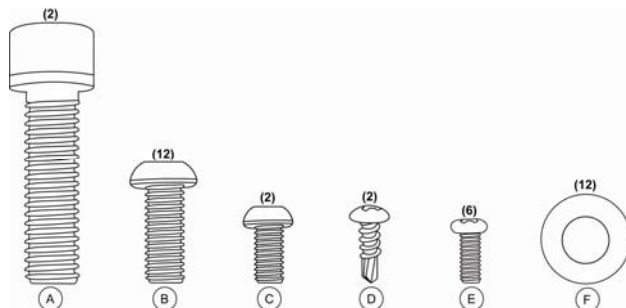

Figure 1
4. Faites glisser la main courante centrale au-dessus des supports de main courante sur le châssis, et fixez la main courante à ses supports à l'aide de quatre (4) vis M8 1,25 x 3/4 (B) et quatre (4) rondelles M8 (F), en utilisant la moyen clé Allen (cf. Figure 1). Serrer légèrement la vis. **NE SERREZ PAS EXCESSIVEMENT.** Attendre pour serrer jusqu'à ce que l'étape 6.
5. Fixez les mains courantes latérales gauche/droite à la main courante centrale à l'aide de quatre (4) vis M10 1,5 x 1 1/2 (A) avec huit (8) M8 rondelles (F) et serrer légèrement.
7. Fixez le poignée à l'arrière de la main courante du centre à l'aide de deux (2) vis moyen M6 1.0 x 1/2 (C), et serrer.